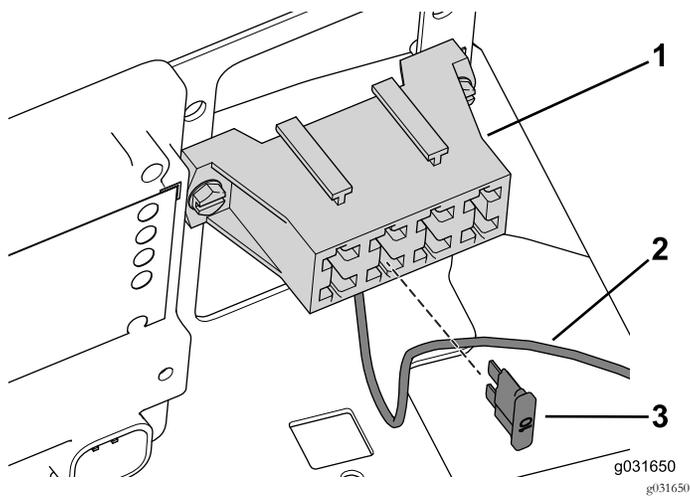

Figura 46
2. Conecte el cable de alimentación de la cabina a una ranura vacía del bloque de fusibles (Figura 46)
3. Instale un fusible de 10 A en la ranura que corresponde al cable (Figura 46).